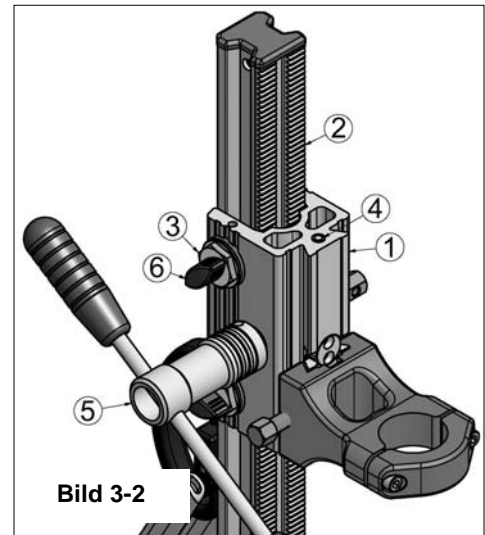

Bild 3-2
Der Vorschub (1) sorgt für eine stabile Führung auf dem Holm (2) während des Bohrens. Die Stellschrauben (3) aus Aluminium dienen zum leichten Nachstellen der Führungsstopfen. Mit Hilfe der Libelle (4) lässt sich das Stativ ausrichten. Das Drehkreuz (5) ist leicht von der linken auf die rechte Seite umzustecken. Die Flügelschraube (6) dient zum bremsen und feststellen des Vorschubs. (Bild 3-2)